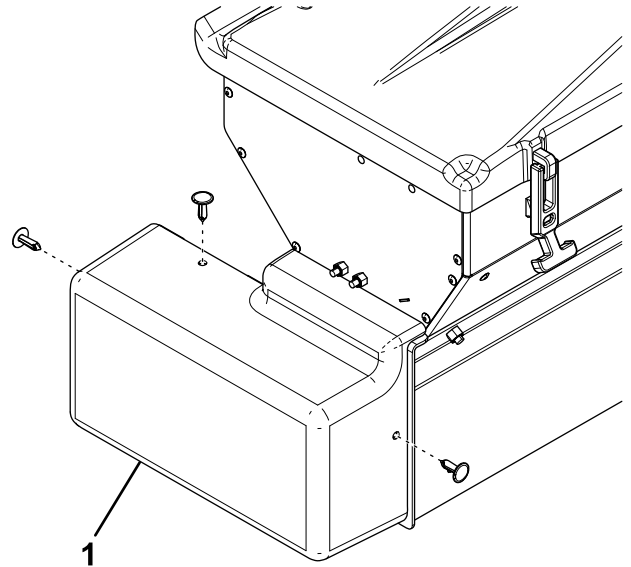

Figura 16
1. Retire y guarde la cubierta del motor (Figura 16).